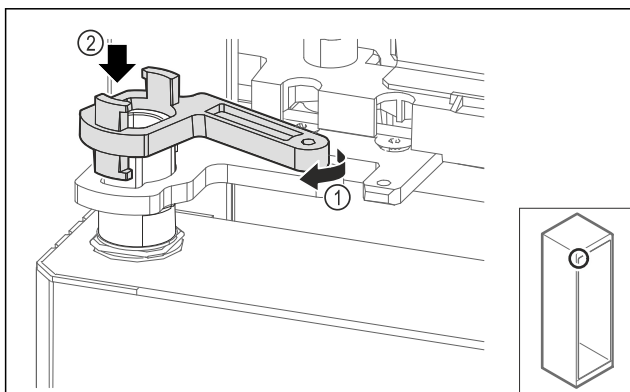

Fig. 70
- Kierrä laakerijalustan lukitusta hieman Fig. 70 (1) ja aseta holkin päälle Fig. 70 (2).